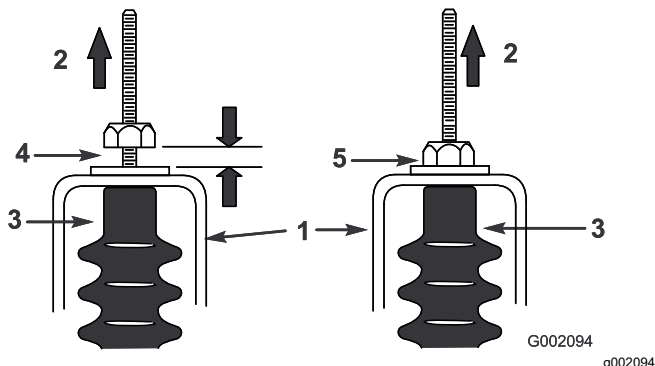

Figura 59
5. Tragei în sus de fiecare cablu pentru schimbătorul de viteze și asigurai-vă că există o distanță de 0,76 - 1,52 mm între piuliță/aibă și suportul pentru punctul neutru (Figura 59).